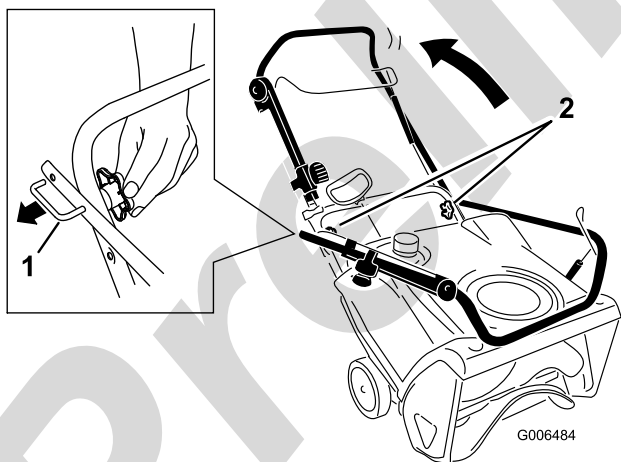

Figura4
1. Slăbiți butoanele de mâner, trageți de închizătoarele de mâner în formă de „U” până când puteți să mișcați mânerul liber și rotiți mânerul în poziția de operare (Figura4).